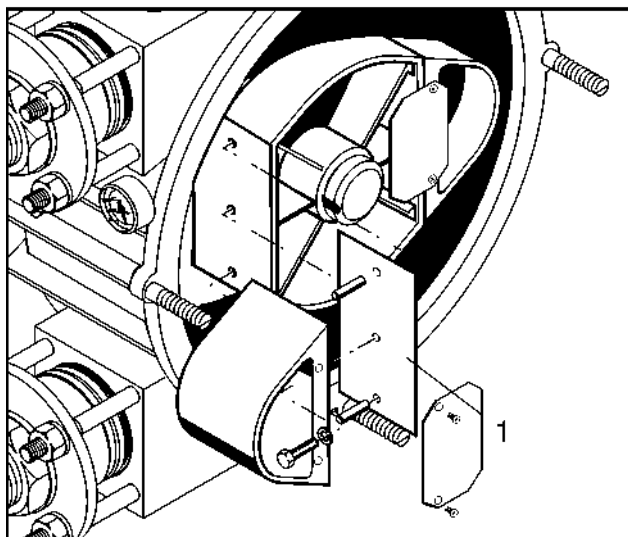

Рис. 21 1 Регулировочная шайба
5. Затем следует или удалить регулировочные шайбы (Рис. 21), чтобы уменьшить давление нагнетания, или добавить новые, чтобы повысить давление. Следует сосредоточиться, чтобы с обеих сторон сохранить тот же размер. Размеры должны быть точно сходны с таблицей (смотри ниже).